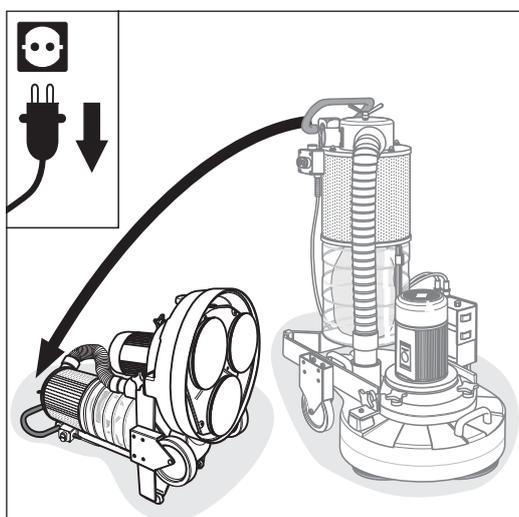
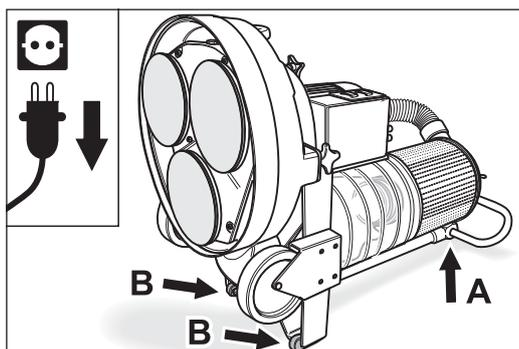

Abb. 26 Mit beiden Händen an den Haltebügel greifen und die Maschine vorsichtig nach hinten kippen.
Abb. 27 Die Maschine muss am Führungsrohr (A) und an den beiden Schutzgummis (B) aufliegen. **Auf einen sicheren Stand der Maschine achten!**
- 3 Greifen Sie mit beiden Händen an den Haltebügel und kippen Sie die Maschine vorsichtig nach hinten (Abb. 26), bis diese auf dem Führungsrohr (Abb. 27, A) und den beiden Schutzgummis am Rahmen des Fahrgestells (Abb. 27, B) aufliegt. **Achten Sie auf einen sicheren Stand der Maschine!**
- 3 Greifen Sie mit beiden Händen an den Haltebügel und kippen Sie die Maschine vorsichtig nach hinten (Abb. 26), bis diese auf dem Führungsrohr (Abb. 27, **A**) und den beiden Schutzgummis am Rahmen des Fahrgestells (Abb. 27, **B**) aufliegt. **Achten Sie auf einen sicheren Stand der Maschine!**